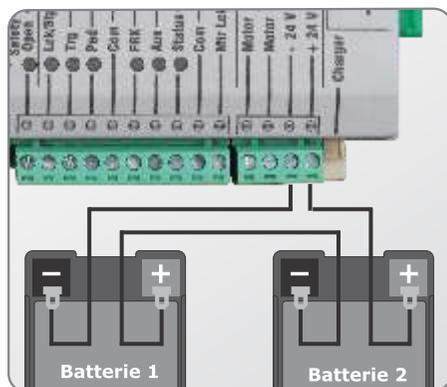

FIGURE 43
10. Connectez les deux batteries à l'automate comme indiqué dans la figure 43.